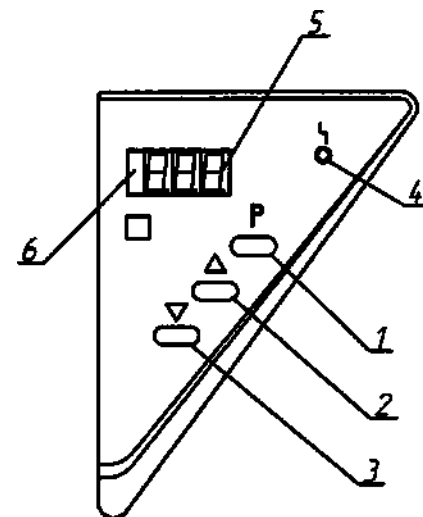
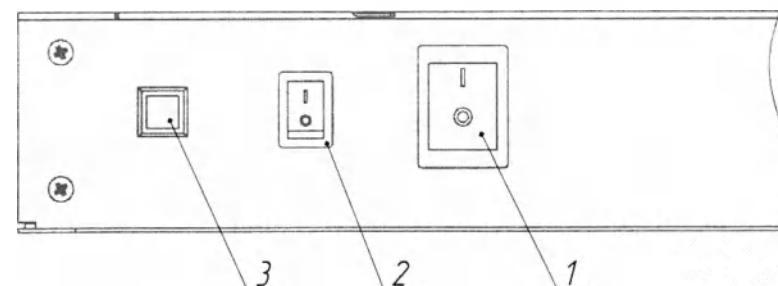

Рисунок 2. Блок управления.
Рисунок 3. Силовая панель.
Блок управления (рис. 2) предназначен для автоматического управления процессом термостатирования.
Силовая панель (рис. 3) предназначена для включения и выключения термостата выключателем (поз. 1), вентилятора выключателем (поз. 2) и света в камере кнопкой (поз. 3).
Установить выключатель (поз. 1, рис. 3) в положение "I". Дисплей текущей температуры (поз. 5, рис. 2) отображает текущую температуру в камере.
Для просмотра значения установленной температуры нажать кнопку "P" (поз.1 рис. 2), при этом блок управления перейдет в режим индикации установленной пользователем температуры.
Корректировка требуемой температуры осуществляется нажатием кнопки "P". Блок управления переходит в режим индикации установленной пользователем температуры. Для корректировки этой температуры использовать кнопки "Δ", "▽" (поз. 2, 3, рис. 2) соответственно. Для сохранения откорректированной температуры нажать на кнопку "P".
При необходимости можно включить: освещение камеры, нажатием и удержанием кнопки включения света (поз. 3, рис. 3); вентилятор, установив выключатель в положение "I" (поз. 2, рис. 3). При выключенном вентиляторе (положение "O") предельное отклонение фактической температуры от заданной (в рабочей зоне) может возрастать.
Индикатор (поз. 6, рис. 2) сигнализирует о включении нагревателя.
При превышении заданной температуры на 5 °C и более, звучит прерывистый звуковой сигнал, нагрев отключается. Это может свидетельствовать о высокой температуре в помещении. При превышении температуры >75 °C, загорается индикатор «АВАРИЯ» (поз. 4, рис. 2), звучит постоянный сигнал, нагрев отключается. Необходимо выключить термостат и принять меры по устранению неисправностей.
2.3.2 Установить выключатель (поз. 1, рис. 3) в положение "I". Дисплей текущей температуры (поз. 5, рис. 2) отображает текущую температуру в камере.
2.3.3 Откорректировать требуемую температуру нажатием кнопки "P". Блок управления переходит в режим индикации установленной пользователем температуры. Для корректировки этой температуры использовать кнопки "Δ", "∇" (поз. 2, 3, рис. 2) соответственно. Для сохранения откорректированной температуры нажать на кнопку "P".
2.3.4 По окончании работы термостат выключить, установив выключатель в положение "O" (поз. 1, рис. 3).